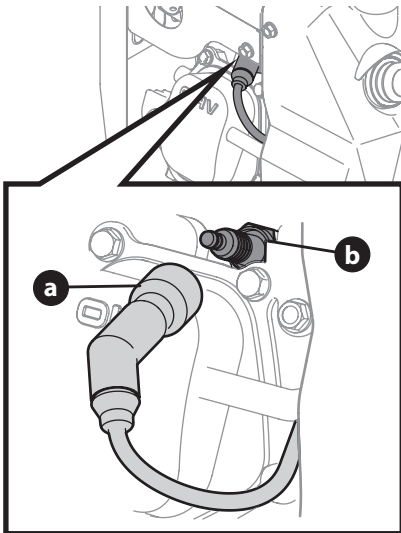

Figure 8
1. Débranchez le fil de la bougie (a) et mettez-le à bonne distance de la bougie (b). Voir Figure 8 pour l'emplacement de la bougie d'allumage.
1. Retirez le couvre-borne de la bougie d'allumage. (Figure 8).